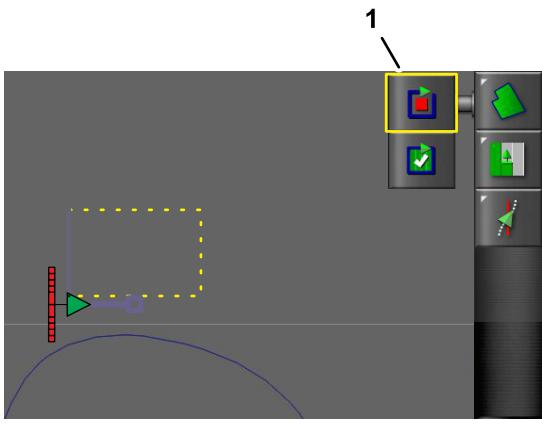

Figure 48
- Avancez la machine et placez la partie centrale extérieure de la roue avant gauche au niveau du point suivant de la limite à côtés droits du champ, puis arrêtez la machine (Figure 48).
4. Appuyez sur l'icône ENREGISTRER LA LIMITE DE CHAMP, puis sur l'icône PAUSER L'ENREGISTREMENT DE LIMITE DE CHAMP (Figure 48).